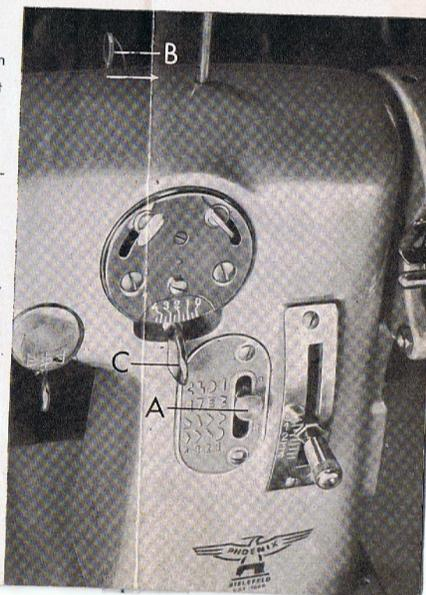

Abbildung 2
mit roter Farbe gekennzeichnete Stelle. Dies geschieht am zweckmäßigsten vor dem Einsetzen eines Schablonenblocks, bei abgenommenem Deckel. Der Knopf A (Abb. 2) soll dabei in höchster Stellung stehen.
- unter gleichzeitiger Betätigung der Taste B (Abb. 2) in Pfeilrichtung
- den Stichbreitenstellhebel C (Abb. 2) auf volle Breite stellt,